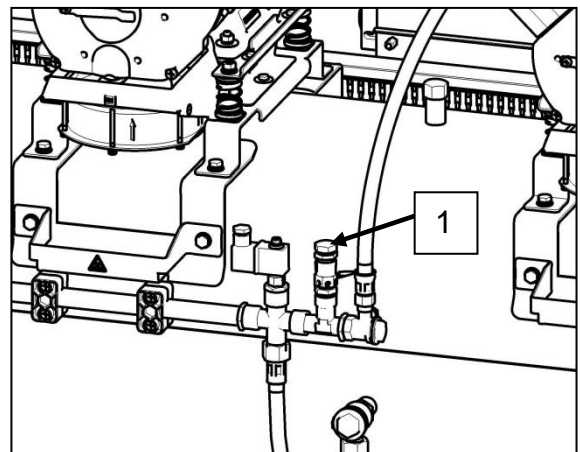

Рис. 15
Если давление в системе циркуляции сжатого воздуха превысит предварительно заданное значение, клапан сброса избыточного давления автоматически начнет выпускать воздух из системы. После падения давления клапан сброса избыточного давления (1) закроется (рис. 15).